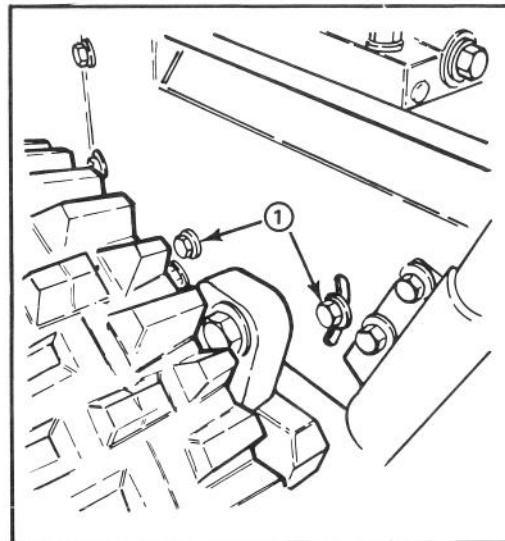

Abbildung 26
3. Die vier (4), den Getrieberahmen und den Motorrahmen befestigenden Kopfschrauben (2 auf beiden Seiten) lösen (Abb. 26).